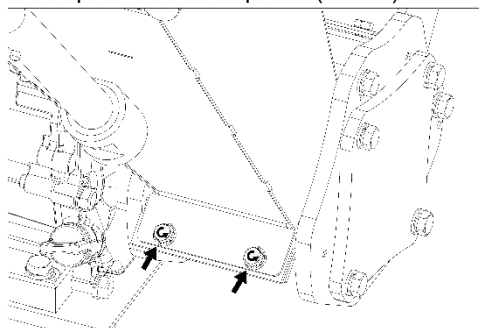
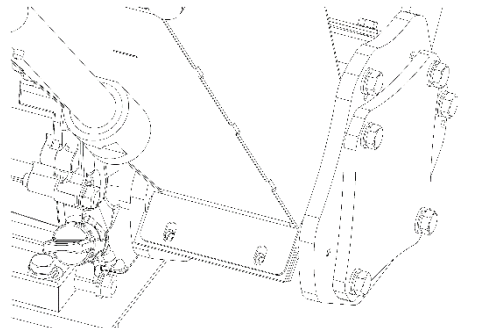

Рисунок 5
Рисунок 6
3. Открутите по очереди два болта крепления загрузочного желоба к корпусу ротора против часовой стрелки (Рис. 5) и извлеките их из крепежных отверстий (Рис. 6)